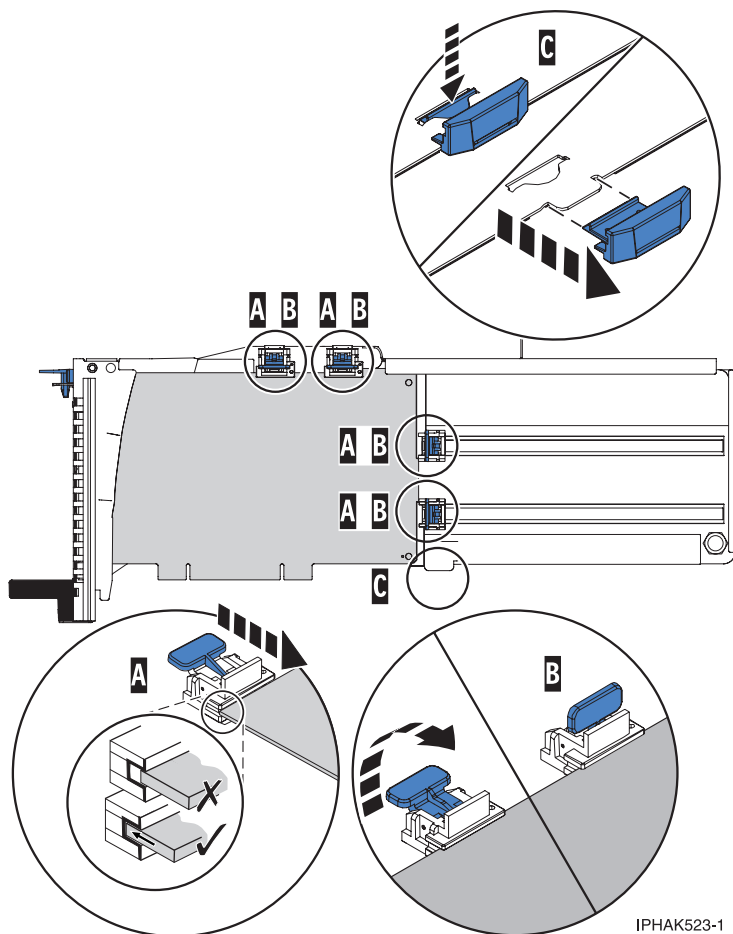

Figura 89. Adaptador de tamanho médio na cassete de adaptador PCI com os suportes no devido lugar
- Remova o estabilizador do adaptador (C). Consulte a Figura 89 na página 98.
- Coloque e bloqueie as peças de fixação (B).
- Certifique-se de que a extremidade do adaptador está assente em cada um dos pontos de encaixe das peças de fixação (A). Se a forma do adaptador ou a presença de um conector não permitir que a extremidade do adaptador assente no encaixe da peça de fixação, certifique-se de que a peça de fixação se mantém firmemente segura relativamente a essa extremidade ou ao conector.